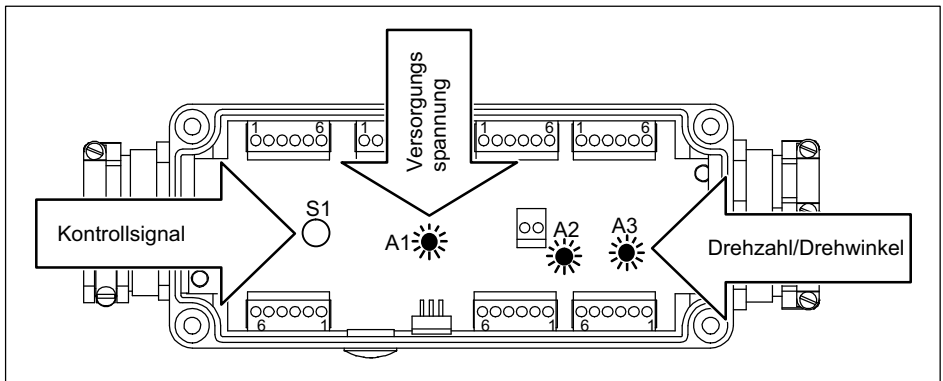

Abb. 5.5 Kontroll-LEDs und Kontrollsignal-Taster
- mit dem Taster S1 auf der Platine (solange dieser gedrückt wird; *siehe Abb. 5.5*).